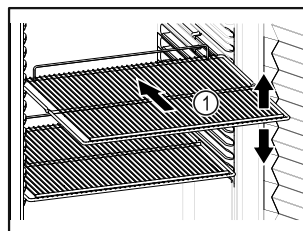

Fig. 77 Beispielhafte Darstellung
- Wenn Abstellroste Fig. 77 (1) versetzbar sind, je nach Höhe anpassen.